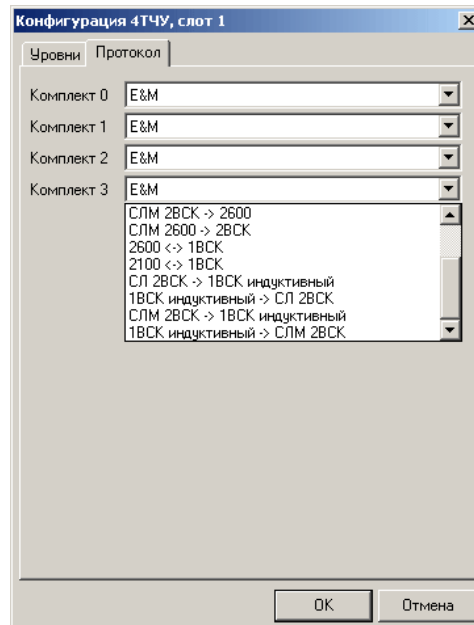

Рисунок 7
- выбрать вкладку «Протокол» (рис. 7);